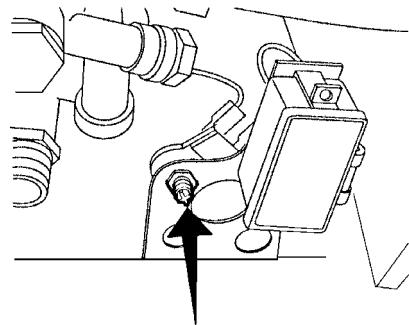

Рис.6
- для моделей с автоматическим розжигом (*Идрабань 11i/14i/17i*) необходимо нажать кнопку сброса блокировки (см. рис. 6). **Включать водонагреватель можно не ранее чем через 10 минут после срабатывания предохранительного устройства.**